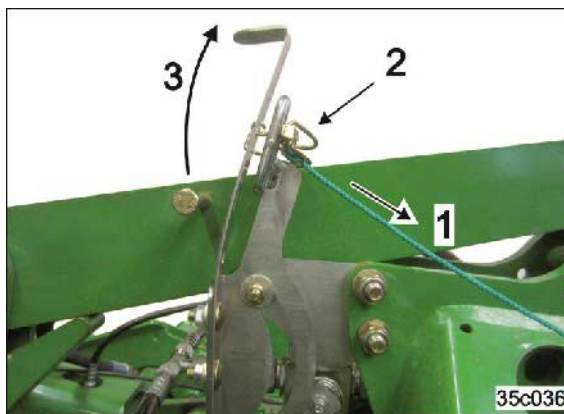

Fig. 134
1. Betjen den hvite trekksnoren og trekk maljen gjennom kulissen (Fig. 134/1).
2. Fest maljen med fjærpluggen (Fig. 134/2).
3. Aktiveringskroken er festet i den fremre posisjonen og gripes ikke av driftsskruen (Fig. 134/3).